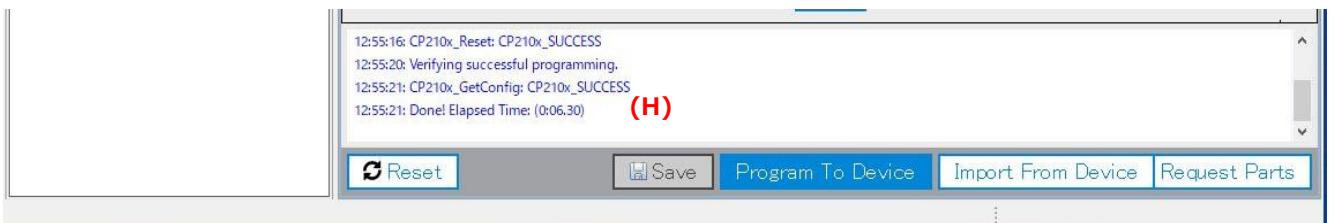

図 2-3
- ⑥ デバイスへのプログラムが開始され、プログラミング状態が表示されます(G)。図 2-3 の様に、“Done!” が表示されたらプログラミング終了です(H)（LED が点灯します）。